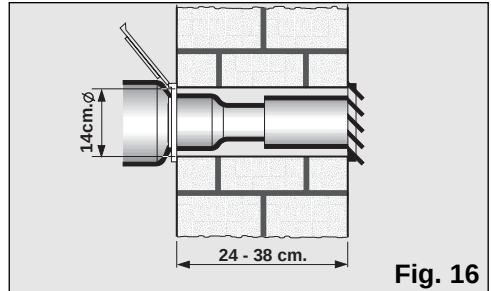

Fig. 16
- Pour pouvoir être fixé à la fenêtre / au balcon, il comporte deux orifices latéraux. Avec deux tournevis (non fournis avec l'accessoire), l'utilisateur pourra le fixer à la chambranle ou au mur pour qu'il ne puisse bouger ou tomber, Fig. 16.
- Pour expulser l'air chaud à travers le mur, il faut pratiquer un orifice de 14 cm de diamètre dans celui-ci afin de placer la traversée, Fig. 16.